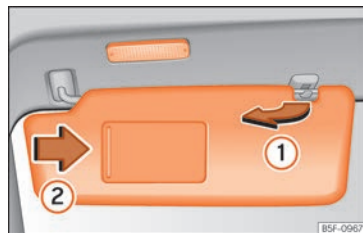

Fig. 126 Parasol.
- El parasol puede extraerse de la fijación y girarse hacia la puerta »» fig. 126 ①.